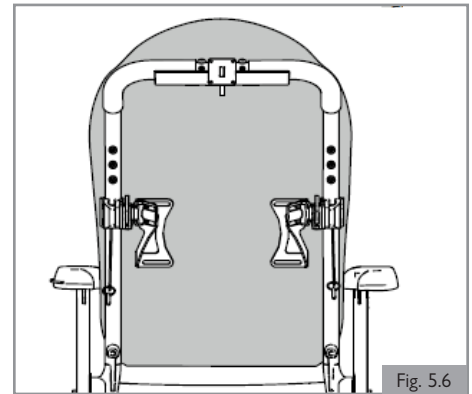

Fig. 5.6
**5.4 Dossier JAY J3 (Fig 5.6)**